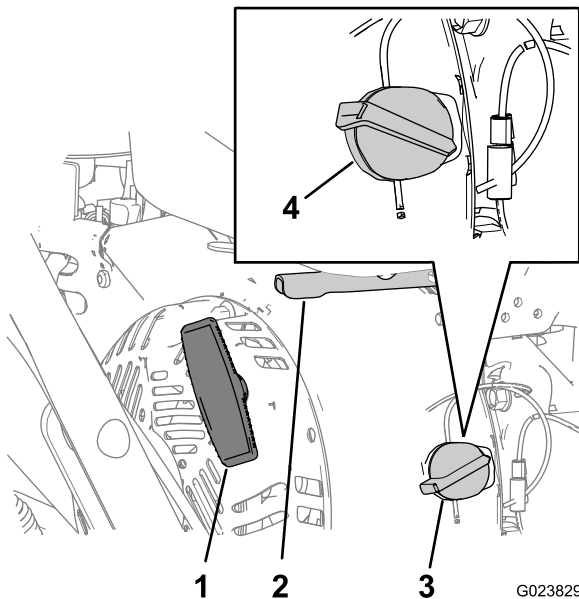

Figure 10
1. Sur le côté droit moteur, tournez la commande marche/arrêt du moteur dans le sens horaire à la position de marche (Figure 10).
3. Placez la commande d'accélérateur, située sur le côté arrière droit du moteur, à mi-course entre les positions Haut régime et Bas régime (Figure 10).
4. Tirez lentement la poignée du lanceur jusqu'à ce que vous ressentiez une résistance, puis arrêtez. Laissez le câble du lanceur se rembobiner puis tirez-le vigoureusement (Figure 10).
2. Placez la commande d'accélérateur à mi-course entre les positions bas et haut régime (Figure 10).
3. Laissez tourner le moteur pendant au moins 15 secondes, puis tournez la commande Marche/Arrêt du moteur en position Arrêt pour couper le moteur (Figure 10).